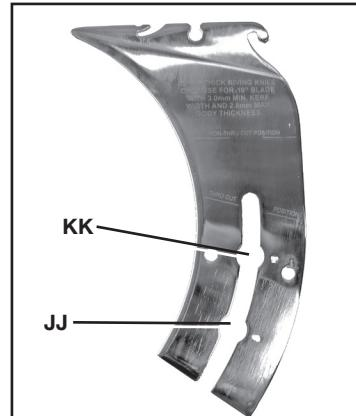
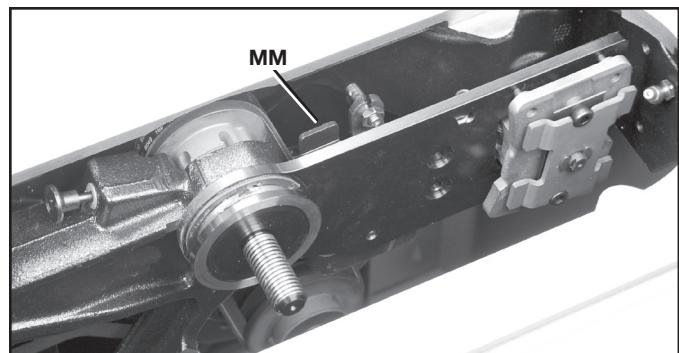

FIG. 30
FIG. 31
2. En tenant le levier, tirer le couteau séparateur vers le haut jusqu'à ce que la détente (JJ) fig. 30 s'engage en position de coupe traversante.
3. En tenant le levier, presser le couteau séparateur vers le bas jusqu'à ce que la détente (KK) fig. 30 s'engage en position de coupe non traversante.
2. Écarter le levier de dégagement du couteau séparateur (MM) fig. 31 de la lame et tirer le couteau séparateur vers le haut pour abaisser la détente (JJ) fig. 30 en position de coupe traversante.
3. Écarter le levier de dégagement du couteau séparateur de la lame et presser le couteau séparateur vers le bas pour éléver la détente (KK) fig. 30 en position de coupe non traversante.